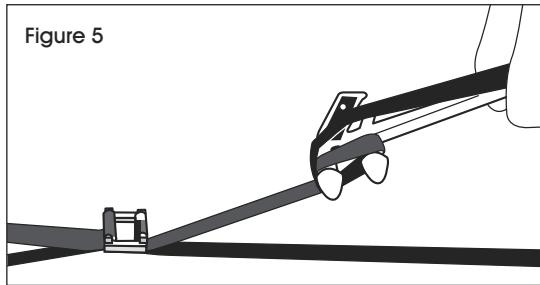

Figure 5
2. Pull tool to desired level of tension. (See Figure 5)
2. Tirez l'outil jusqu'à l'obtention de la tension souhaitée. (Voir Figure 5)